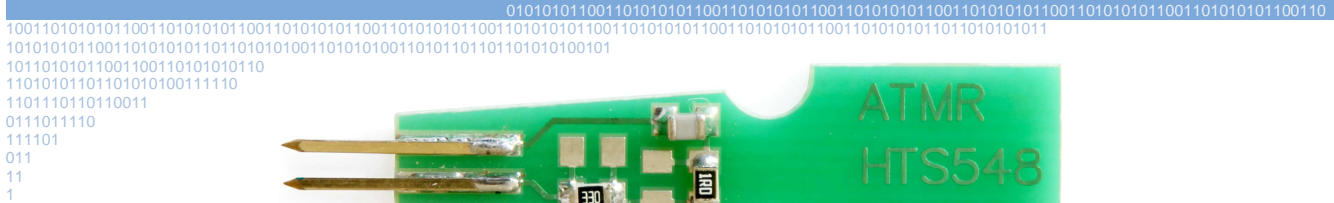

Рис. 5.3. Внешний вид щупа «ATMR, HTS548, HTS726»
- 3) Подключите щуп (Рис. 5.3) к соответствующим семейству контактам (Глава 9) и держите.